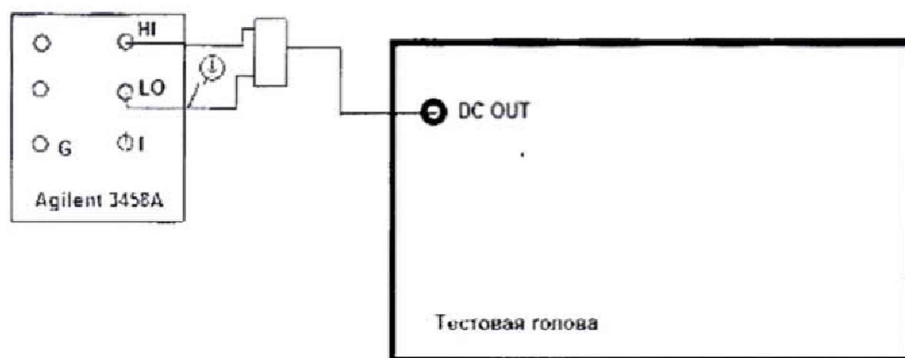

Рисунок 1
8.4.1.1 Собрать измерительную схему в соответствии с рисунком 1. Соединить мультиметр 3458А и гнездо DC OUT на контрольной панели блока измерительного с помощью кабеля BNC–двухполюсная вилка. Провод, отмеченный знаком “земля”, присоединить к гнезду вольтметра LO, другой к HI рис.1.